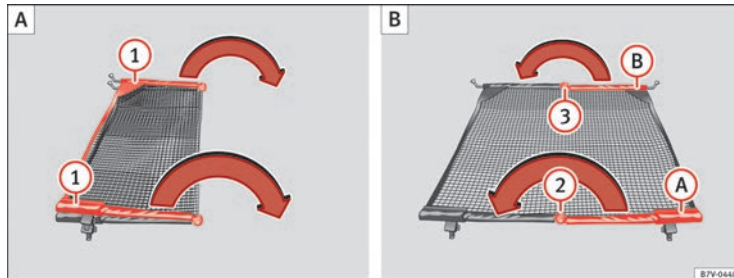

Abb. 93 Trennnetz ausklappen ① und zurückklappen ② und ③.
Querstangen des Trennnetzes ⇒ Abb. 93 ① in Pfeilrichtung ganz auseinander klappen, bis ein „klickendes“ Geräusch hörbar ist.
- Entriegelungsknopf ⇒ Abb. 93 (2) drücken und Querstange (A) bei gedrücktem Entriegelungsknopf in Pfeilrichtung einklappen.
- Entriegelungsknopf (3) drücken und Querstange (B) bei gedrücktem Entriegelungsknopf in Pfeilrichtung einklappen.